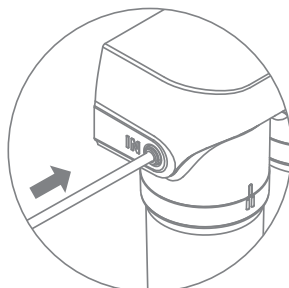

Рис. 19
- Вставьте до упора трубку зеленого цвета на вход фильтра – «IN» на скобе (рис. 19).